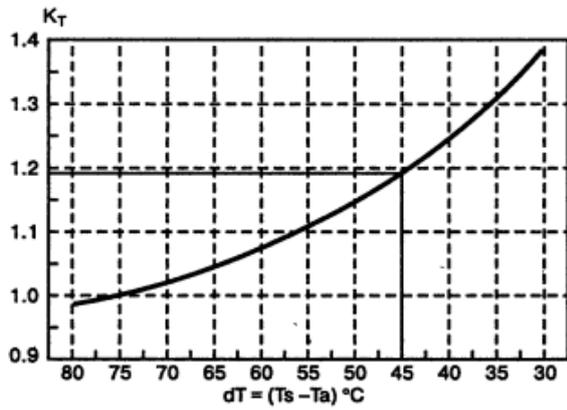

Рис. 2.31. Поправочный коэффициент на разницу температур радиатора и окружающей среды
- разницу температуры радиатора и окружающей среды (рис. 2.31);